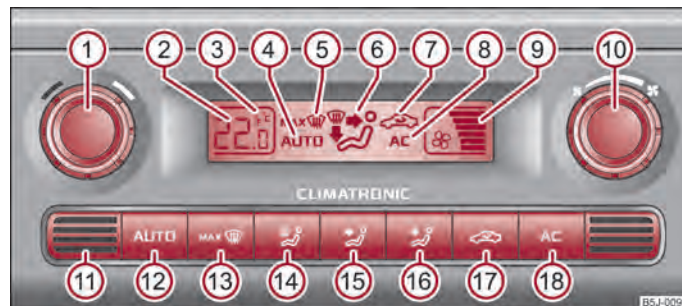

Abb. 80 Climatronic: Bedienelemente
- Drücken Sie die Taste  ⇒ **Abb. 80**.
Drücken und halten Sie gleichzeitig die Tasten  und  ⇒ **Abb. 80**. Im Display erscheinen die Angaben in der gewünschten Temperatur-Maßeinheit.
- Drücken Sie die Taste **(MAX)** ⇒ Abb. 80.
- Drehen Sie mit dem Drehregler **⑩** ⇒ Abb. 80 nach links (Gebläsedrehzahl verringern) bzw. rechts (Gebläsedrehzahl erhöhen).
- Drücken Sie die Taste   ⇒ Abb. 80, im Display wird  angezeigt.